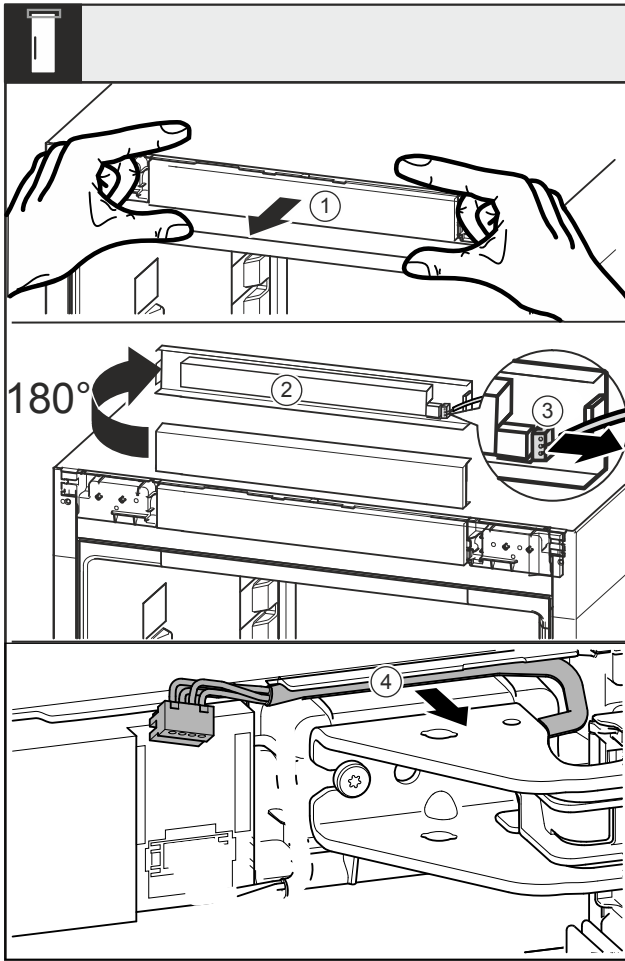

Fig. 17
- ▶ Paneel Fig. 17 (1) naar voren toe losmaken.
- ▶ Paneel Fig. 17 (2) naar boven toe 180° draaien.
- ▶ Vergrendelingslipje op de stekker Fig. 17 (3) naar achteren drukken en de stekker voorzichtig er uit trekken.
- ▶ Kabel Fig. 17 (4) middels lagerbok uit de geleiding losmaken.